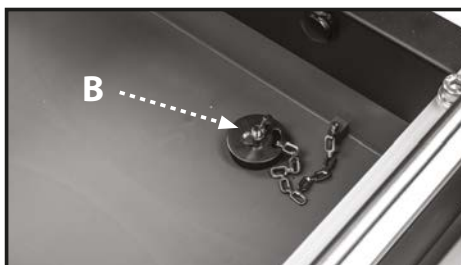

FIGURE 18
2. Tournez la vis papillon dans le sens horaire pour desserrer le bouchon de vidange (B, fig. 18).